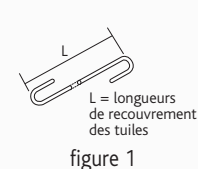

figure 1
- Les crochets « S » sont destinés à s'opposer au glissement des tuiles. Ils permettent de relier chaque tuile à celle qui la précède et à celle qui la suit. Ils sont destinés à la solidarisation des rangs de tuiles de courant et à celle des rangs de tuiles de couvert. (voir figure 1)